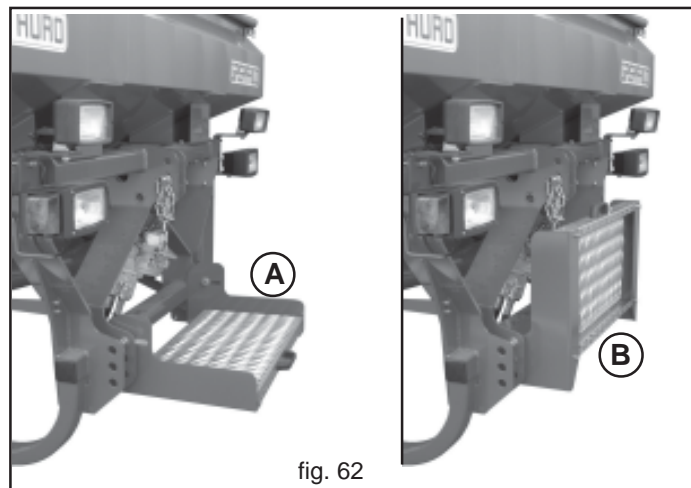

fig. 62
Bei manuellem Beladen ist das Trittbrett (A, Abb. 62) zu verwenden, um Zugang zum Trichter des Anbaugeräts zu erhalten. Das Trittbrett sowohl bei der Arbeit als beim Straßentransport immer wie auf Abbildung 62 (B) dargestellt zusammenklappen